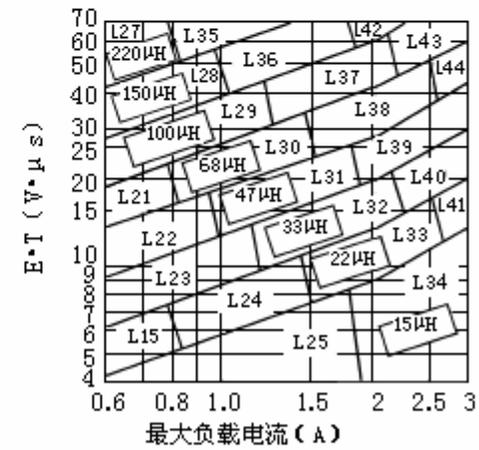

图7. HYM2596-ADJ
- 2) 用前面的公式中所得的  $E \cdot T$  值，从图 7 的纵坐标上找一个相匹配的电感序号。
4) 由图 7，34 (V ·  $\mu$ s) 的水平线和 3A 的垂直线的交叉处所确定的电感为 47 $\mu$ H，电感代号为 L39。